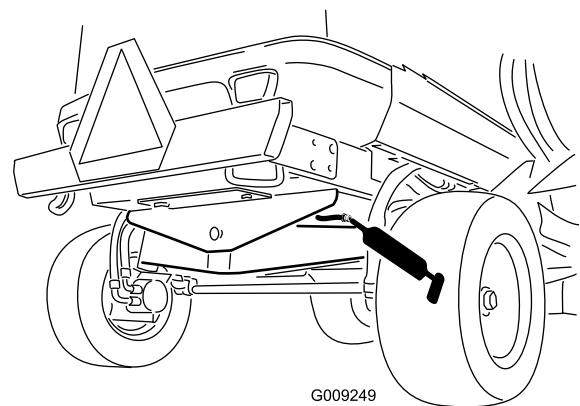

Figure 50
- 1 bague de pivot d'essieu arrière (Figure 50)